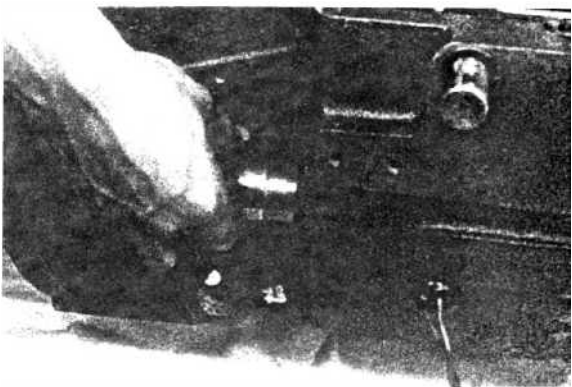

Рис. 3-17
(5) Выньте рычаг вала (рис. 3-17).